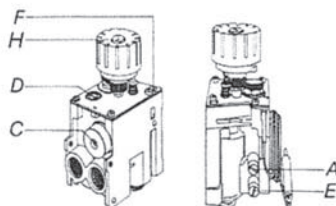

Abb. 28
8.3.1.1 Düsendruck entsprechend der Einstelltabelle mit der Reglerschraube **C** (Abb.28) einstellen.
- 8.3.3.1 Kleinstelldüse **D** (Abb.28) in der Gasarmatur durch die für die Gasart geforderte Kenngröße (siehe technische Daten) ersetzen und bis zum Anschlag einschrauben.
Reglerschraube C (Abb. 28) bis zum Anschlag bzw. einem hörbaren Klicken einschrauben.